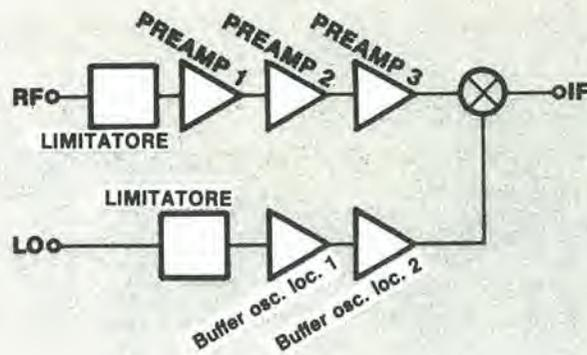

Figura 2. Schema funzionale a blocchi, che indica la disposizione fondamentale del progetto di un circuito integrato al Ga As.
Il circuito integrato del ricevitore (figura 1) ha le dimensioni di 1 x 1,65 mm e contiene i limitatori, tre stadi preamplificatori in radiofrequenza, un miscelatore a doppio bilanciamento e due stadi buffer per l'oscillatore locale (figura 2). L'integrato contiene anche i circuiti necessari per il limitatore, il controllo automatico di guadagno e le funzioni di polarizzazione (figura 3). La presenza di diodi limitatori a barriera di Schottky agli ingressi di alta frequenza (RF) e dell'oscillatore locale (LO) produce un effetto trascurabile sul costo complessivo del circuito integrato, mentre elimina la necessità di componenti esterni destinati al medesimo scopo. I circuiti limitatori rendono anche minimo lo scarto di circuiti integrati dovuto a scariche di elettricità statica durante i collaudi.
Figura 2. Lo schema elettrico (a) ed il cablaggio (b) del commutatore di modo S11 dovranno essere modificati nel caso venissero impiegati uno o più buffer d'uscita di Figura 1.